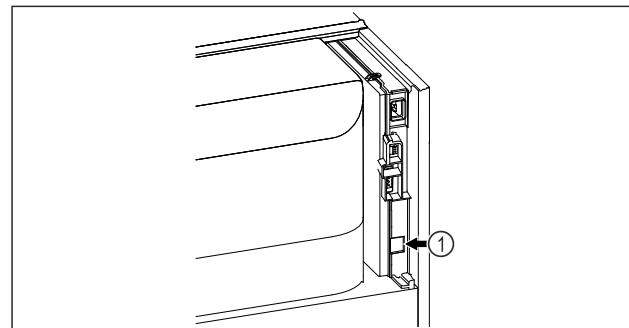

Fig. 90
- SmartModule Fig. 90 (1) ir ievietots.